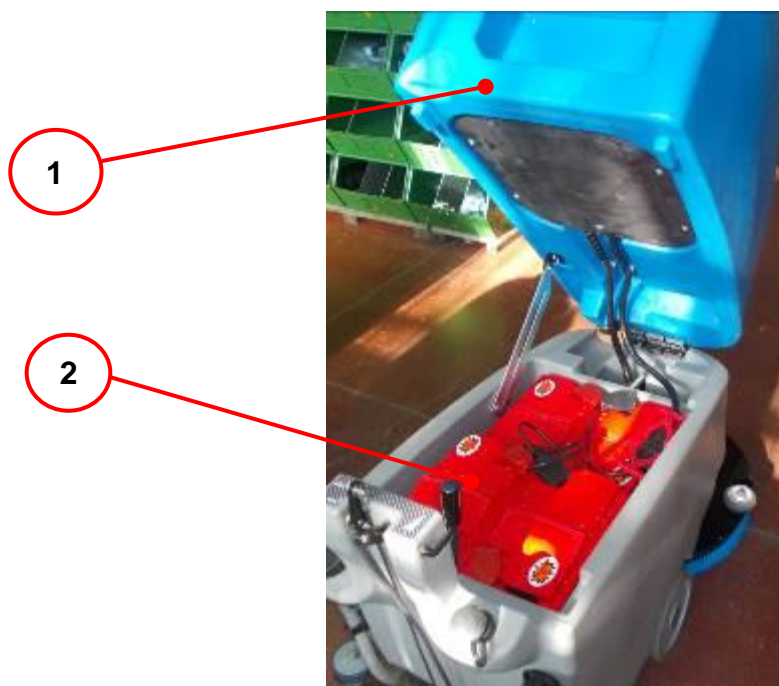

FIGURE 4.4
- Décrocher le tuyau du squeegee du réservoir de récupération et le soulever pour accéder au logement des batteries (détail 1 fig. 4.4) ;
- Installer les batteries dans le logement comme indiqué à la figure 4.4 (détail 2) et veiller à ce que les conteneurs des batteries ne présentent pas de ruptures ;